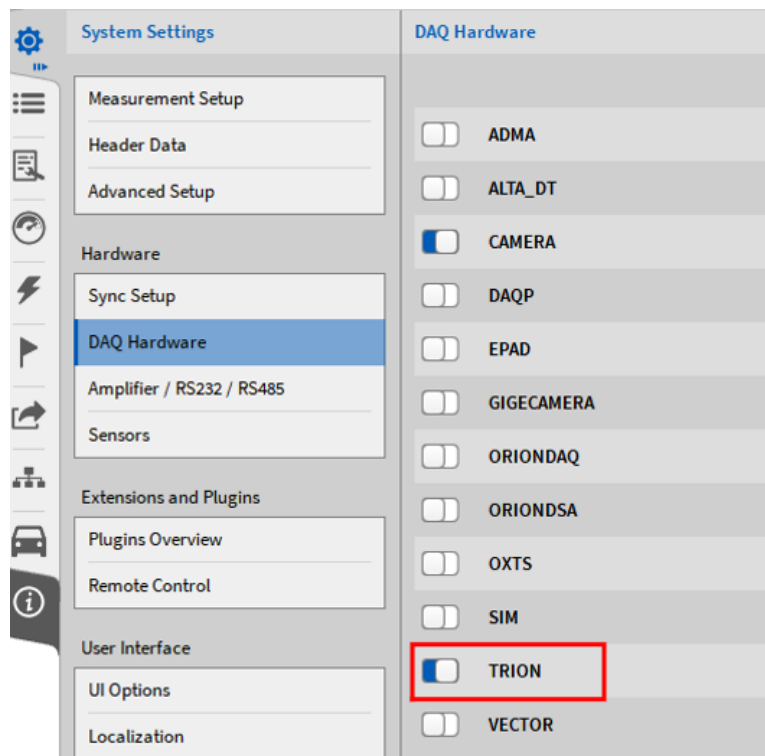

Abb. 4.1: Aktivierung der TRION Serie in den DAQ Hardware Einstellungen
- Gehen Sie zu den *DAQ Hardware* Einstellungen in den *Systemeinstellungen* und stellen Sie sicher, dass die *TRION* Serie aktiviert ist (siehe Abb. 4.1). Bei Änderungen muss die Software neu gestartet werden.